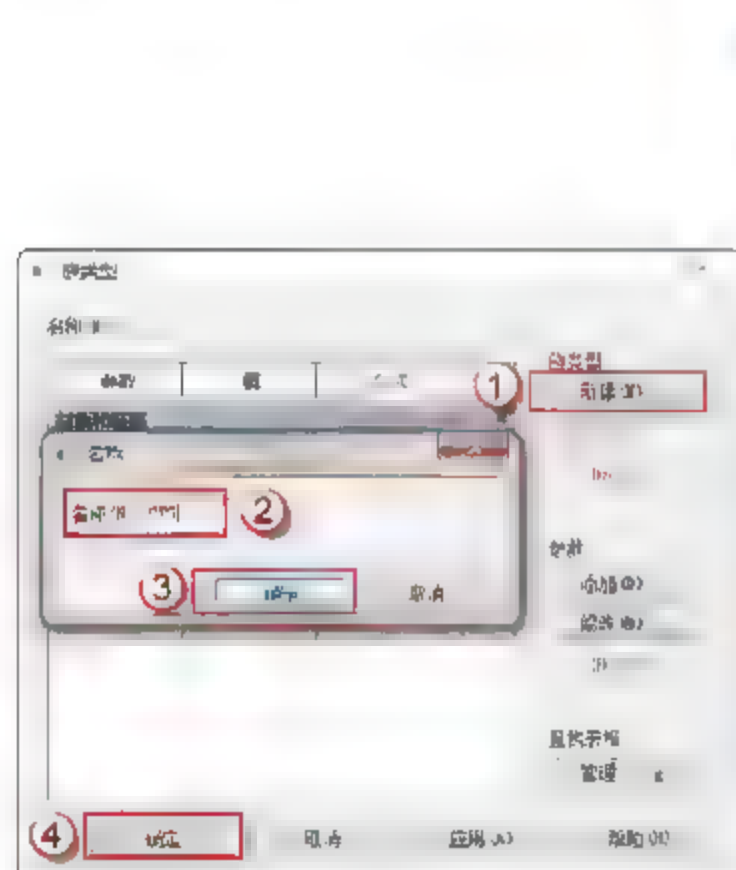

图 2.1.63 编辑族名称
(10) 编辑族名称。单击“族类型”按钮,在弹出的“族类型”对话框中,单击“新建”按钮,在弹出的“名称”对话框中输入 CT5,单击“确定”按钮,如图 2.1.63 所示。